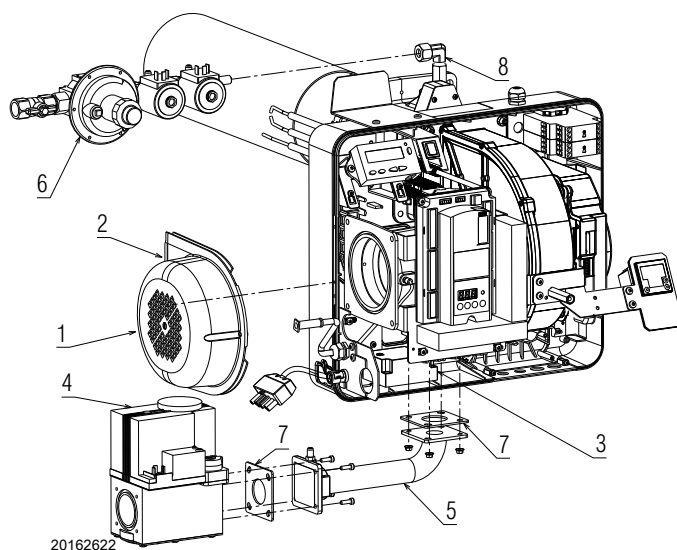

图 17
- 用标配的螺丝 2) 将保护罩 1) (图 17) 组装好。
- 将高压电缆连接到变压器 3) (图 17) 上，离子探针与从程控器中引出的相应电缆连接。
- 使用螺丝、螺母和标配的垫片固定燃气阀组单元 4) (图 17) 和燃气管 5)。插入垫片 7)，如 图 17 所示。
- 组装 标配的 点火枪阀组 6) (图 17)。
- 将点火枪燃气阀组 6) (图 17) 插到连接器 8) 上，并拧紧螺母。
注意垫片 7) (图 17) 的位置和气体密封状态。
在操作过程中使用合适的密封剂并检查气体密封情况，特别是管 5) (图 17) 的密封情况。